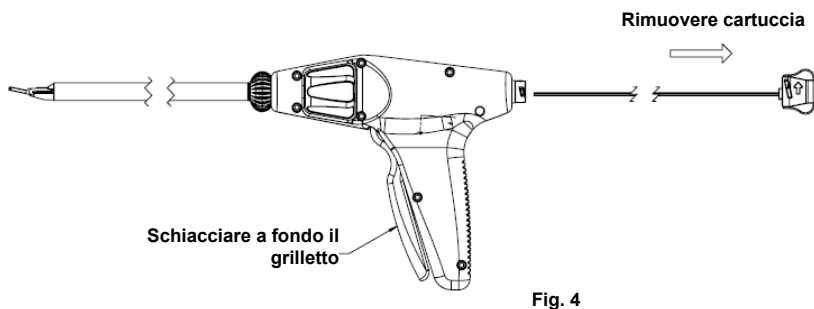

Fig. 4
1. Rimuovere e gettare la cartuccia di clip monouso schiacciando a fondo il grilletto contro l'impugnatura come mostrato nella Fig.4. Se non sono state sparate tutte le clip, schiacciando l'impugnatura e rimuovendo la cartuccia si innesta e rilascia una clip. In questo caso, assicurarsi di sparare la clip innestata in un oggetto come un telo, in modo che la clip contaminata non cada a terra, si attacchi alle ganasce o cada all'interno dello stelo dello strumento, con il rischio che si incastrino o causi una situazione pericolosa. (Questo punto è una nota di avvertenza per la procedura di "Pulizia e sterilizzazione". La Microline declina ogni responsabilità per danni risultanti dalla mancata osservanza di questa avvertenza).